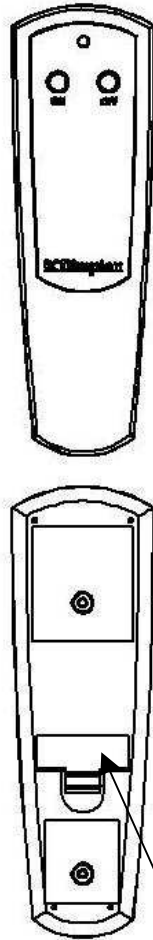

FIGURA 1
La chimenea Optiflame tiene un control remoto con frecuencia de radio (todos los modelos excepto BF36E). Este control remoto tiene un alcance de aproximadamente 50pies. (15.25m), No necesita dirigirlo hacia la chimenea y puede pasar a través de la mayoría de los obstáculos (incluyendo paredes). Está provisto con una de las 2187 frecuencias independientes para prevenir que haya interferencias con otras unidades. La designación de la frecuencia está indicada atrás del transmisor (FIGURA 1).
6. Presione el botón de ENCENDIDO localizado en el transmisor del control remoto (FIGURA 1). Esto sincronizará el transmisor del control remoto y el receptor.